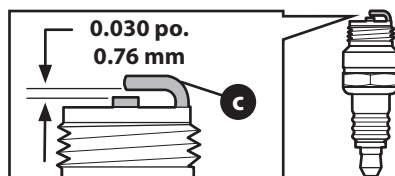

Figure 12
3. Mesurez l'écartement avec une jauge d'épaisseur. Pliez un peu le côté de l'électrode (v) pour ajuster l'écartement. (Figure 12). L'écartement doit être de 0,76 mm (0,030 po).